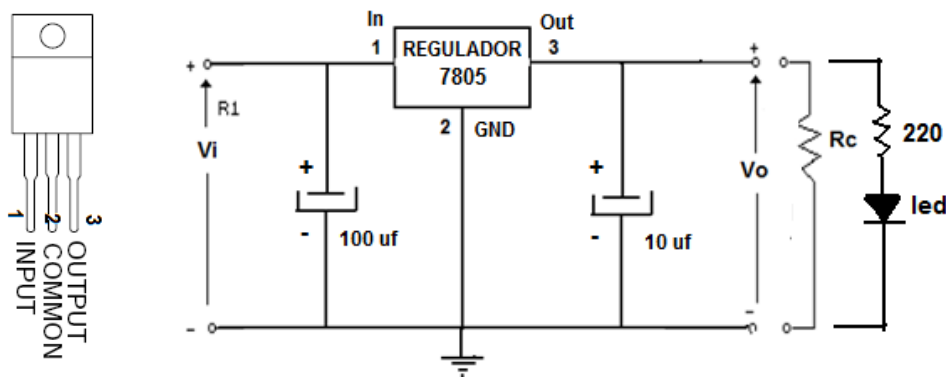

Figura 9: Regulador 7805 (5V, 1 Amp)
1. Construya el circuito de la figura 9. (Idem metodología del punto B usando el Simulador)
2. Desarrollar y ensayar el circuito de la figura 9.